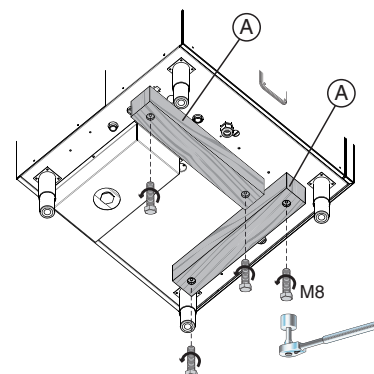

Figure 7 Retrait des cales en bois
- Enlever les cales en bois "A" présentes sur l'embase de l'appareil en dévissant les 4 vis M8 (voir Figure 7).